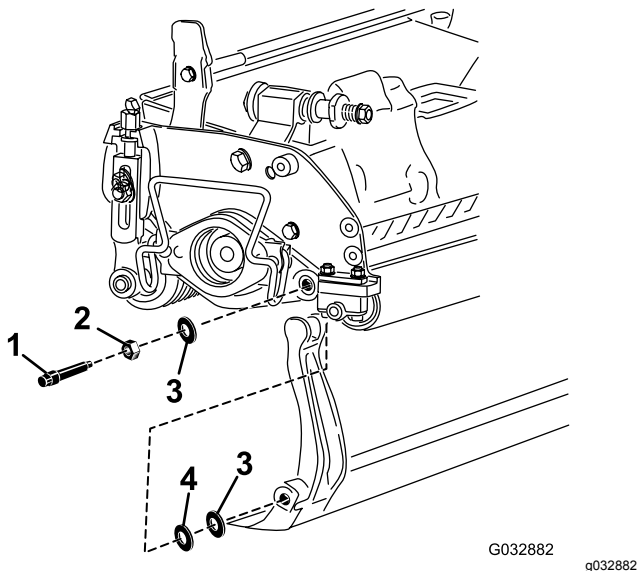

**Figura 14**
3. Su ciascun lato della macchina, allentate il dado di bloccaggio che fissa il bullone della barra di appoggio (Figura 14).
4. Togliete ciascun bullone della barra di appoggio consentendo alla barra di appoggio di essere tirata verso il basso e rimossa dall'apparato di taglio (Figura 14).